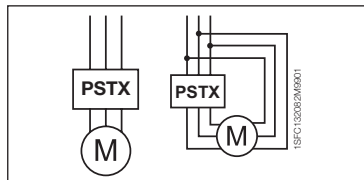

图 1: 外接、内接
2. 连接主电路：将端子 1L1 - 3L2 - 5L3 连接至线路，并将端子 2T1 - 4T2 - 6T3 连接至电动机。使用 PSTX30...105 的线路连接（参见图形 7 中的图 ①）和 PSTX142...1250 的端子连接（图形 7 中的图 ②）。PSTX 软起动器可“外接”和“内接”，参见图 1。
按  进入菜单，然后使用  或  选择一个菜单项。按  确认您的选择，参见图形 14 中的图 1。HMI 中的设置可通过数值设置、切换设置或选择列表进行设置。